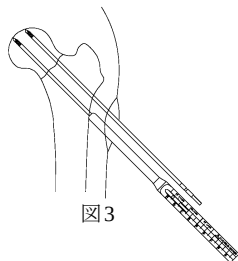

図3
- 2) 3.2 ガイドピンデプスゲージを用い、3.2 ガイドピン刺入深さを計測します。この深さは実測値で計測されます。ガイドピン計測長より 5~10mm 程差し引いた長さのスクリューを選択します。(図3)